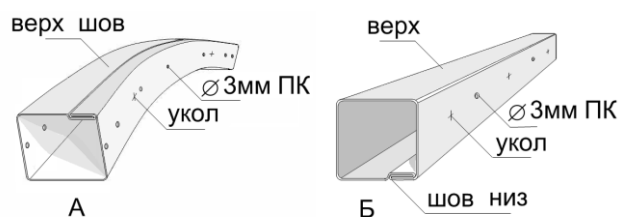

Рис. 5
7. При сборке будьте внимательны. Не перепутайте детали, верх с низом, торцевую деталь с деталью удлинения. Торцевые детали теплицы имеют отверстия Ø 3мм для крепления ПК на торце (см. Рис.5).